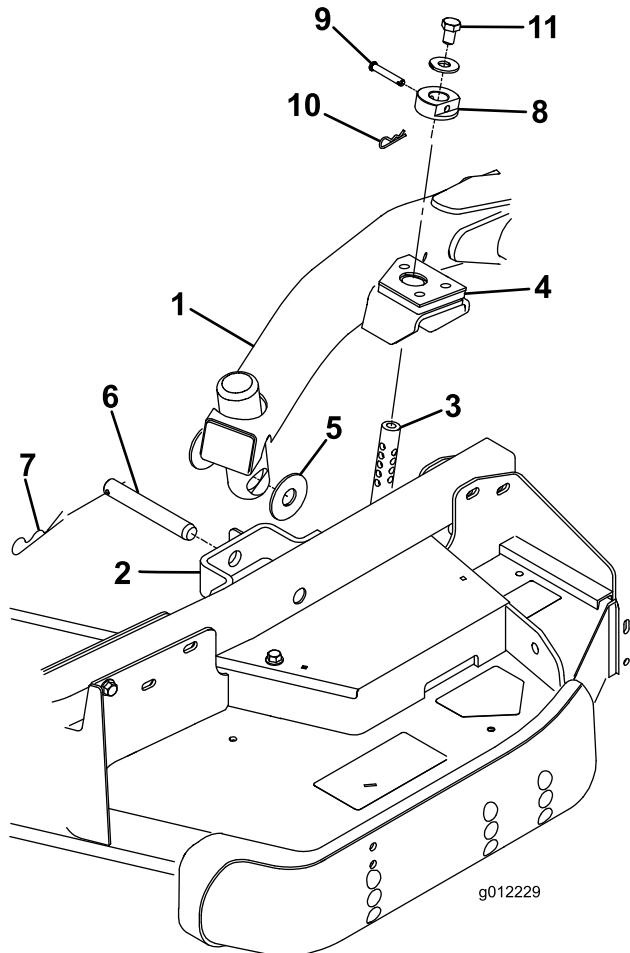

Figura 23
- Mueva la palanca de elevación a la posición de FLOTACIÓN. Empuje hacia abajo uno de los brazos de elevación hasta que los taladros del brazo de elevación estén alineados con los taladros del soporte del brazo de la rueda giratoria y pueda insertar la varilla de ajuste de altura de corte en los alojamientos del brazo de elevación (Figura 23).
- Fije el brazo de elevación al brazo de la rueda giratoria con las 2 arandelas de empuje, un pasador y una chaveta. Coloque las arandelas de empuje entre el brazo de elevación y el soporte del brazo de la rueda giratoria (Figura 23). Introduzca el extremo del pasador en la
9. Coloque los collares de ajuste de la altura de corte sobre las varillas de ajuste de la altura de corte y sujetelos con los pasadores y las chavetas (Figura 23).
10. Instale un perno ($\frac{1}{2}$ " x $\frac{3}{4}$ ") y una arandela en la parte superior de cada varilla de ajuste de la altura de corte (Figura 23).